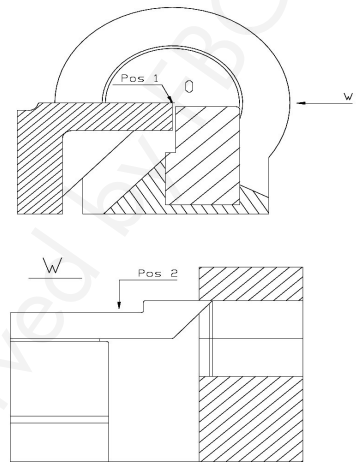

Fig. 27 : Centre de rotation de la barre inférieure
7. Le centre de rotation (figure 27, point O, pos. 1) se mesure en plaçant la pièce à usiner sur la barre inférieure de manière à ce que le bord de la pièce soit aligné avec le bord du palier de pliage et le bord de la barre inférieure.